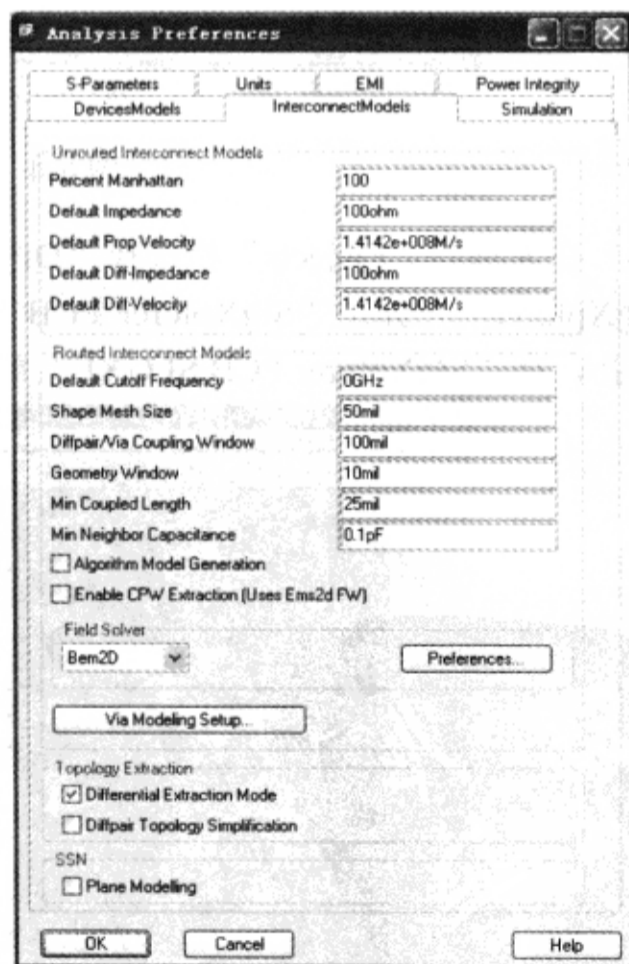

图 6-4-2 设置互连参数
(2) 在“Analysis Preferences”对话框选择“InterconnectModels”标签页→在“Unrouted Interconnect Models”区域，设置“Percent Manhattan”为 100，“Default Impedance”为“100ohm”，“Default Diff-Velocity”为“1.4142e+008 M/s”→在“Topology Extraction”区域确保选择了“Differential Extraction Mode”，如图 6-4-2 所示，若没有选择，差分对拓扑将被看做 Xnet，提取的拓扑将仅使用理想传输线模型。为了使用理想的耦合传输线模型，必须选择“Differential Extraction Mode”。